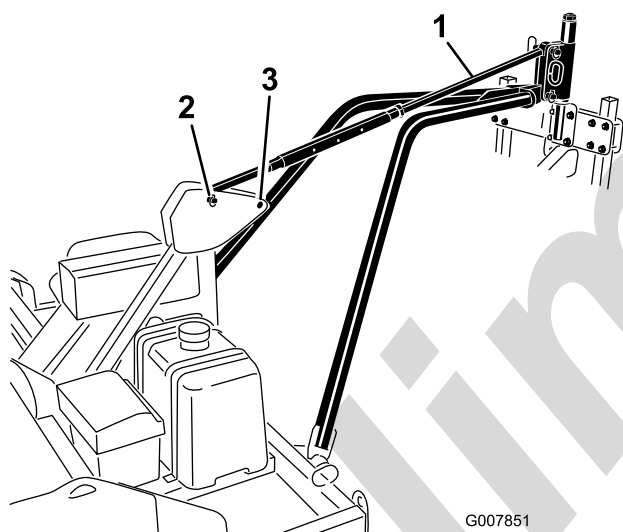

Рисунок 14
5. Совместите отверстие в фасонке буксировочного кронштейна с нижними отверстиями в сцепном шарнире аэратора (Рисунок 14). Прикрепите фасонку буксировочного кронштейна к
7. Прикрепите тягу регулирования шага к верхним отверстиям в сцепном шарнире аэратора и к шарниру сцепной рамы с помощью пальцев сцепного устройства и шплинтов (Рисунок 14).